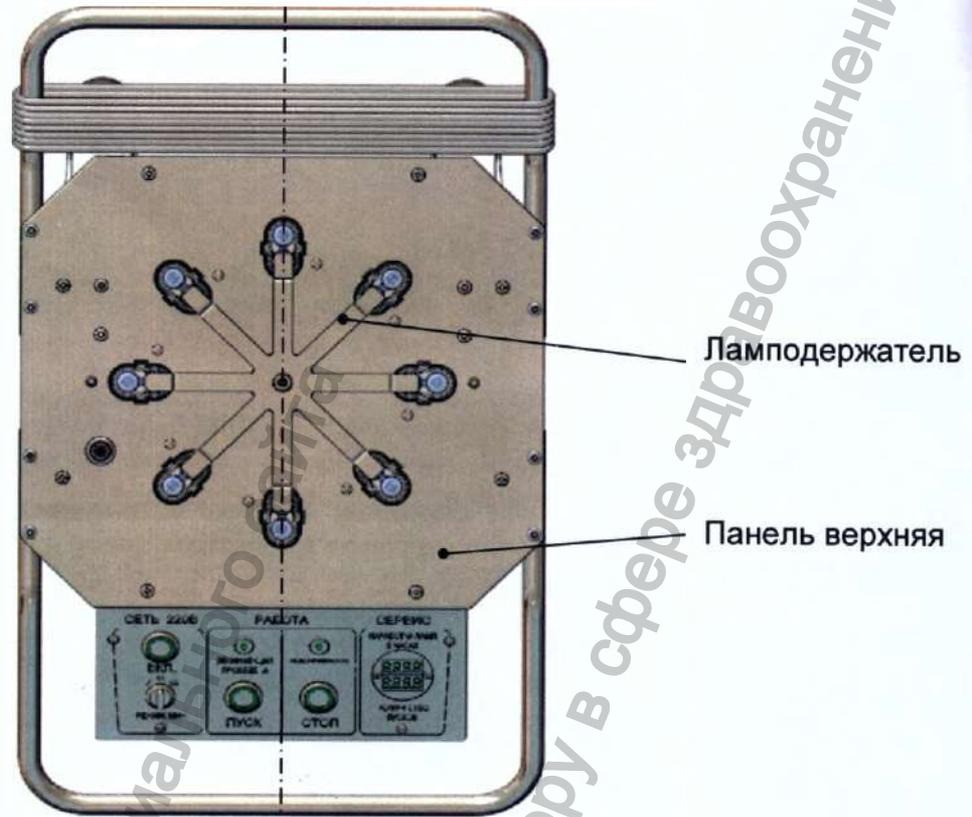

Рис. 20. Правильное угловое положение ламподдержателя.
Выставить правильное угловое положение ламподдержателя относительно верхней панели установки в соответствии с рис. 20, и окончательно затянуть гайку М гаечным ключом S13.
- Установить защитную решетку на панель верхнюю, при этом стойка лампы должна проходить сквозь центрирующее отверстие в верхней части решетки, а каждая петля решетки была надета на ответный фиксатор на панели верхней (рис. 20 и рис.22).